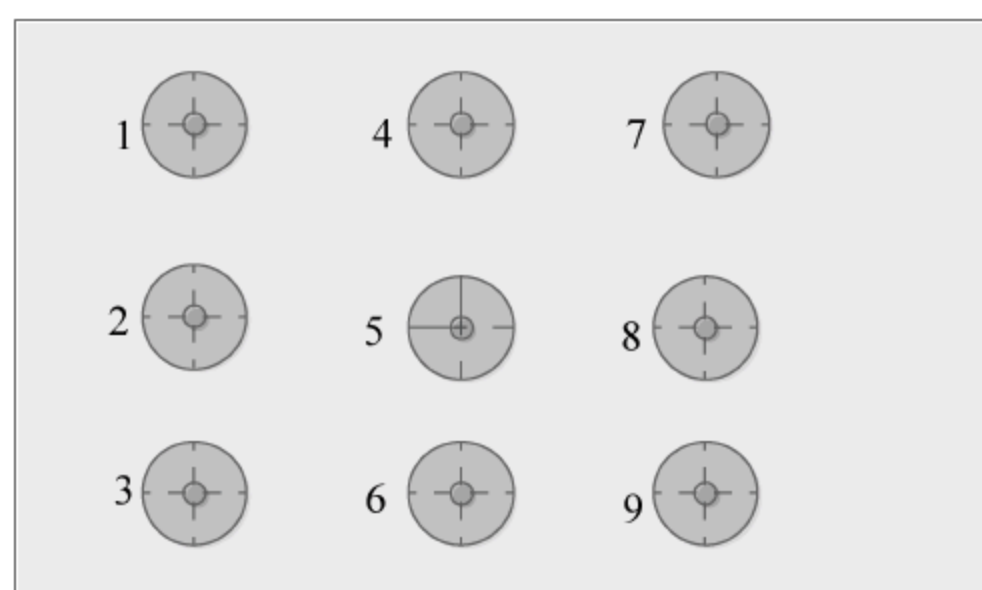

图 29-10 可以在 A 程序中使用的“标记板”
(1) 在 RT 软件中,设置“任务区 1”内的程序为 A 程序。
(2) 给工件贴上识别标记;移动工件进入追踪区,并停止传送带。工件停止在“第 1 点”。可以使用的标记板如图 29-10 所示(可使用其中一个标记点作为“工件标记点”)。
(3) 测量第 1 点数据——选择“手动”模式,使用 TB 单元,移动机器人对准追踪区内第 1 点。